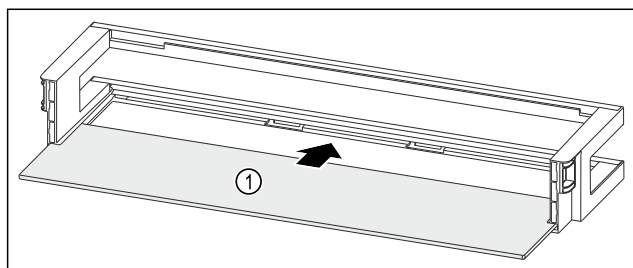

Fig. 260 Rafti i derës me raft mbajtës
- Futni raftin mbajtës Fig. 260 (1) në fole të anësore.